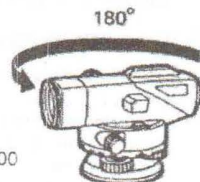

Рис. 7.1
- 2) Поверните инструмент на 180° (или 200 gon) (рис. 7.1).